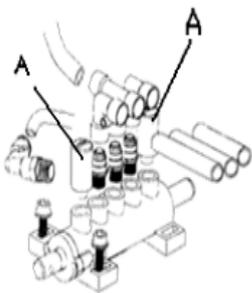

Рис.11
**Примечание.** Проверить натяжение ремня, если станок не развивает мощности. Для этого снять левый кожух, открутив винты крепления. Натянуть ремень с помощью двух регулировочных винтов на опоре электродвигателя. Необходимо выдержать расстояние между кронштейном двигателя и его основанием. Рис.11.